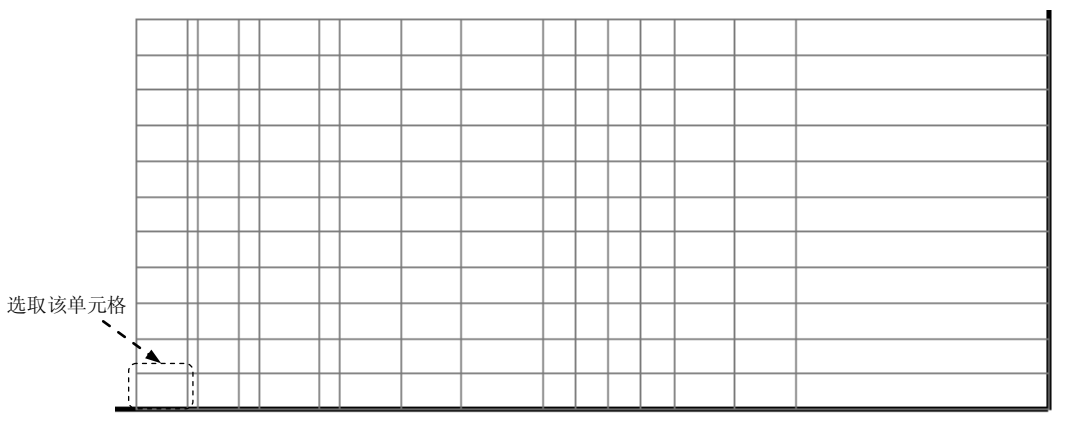

图 6.4.5 设置表格列宽参数
Step5. 参照 Step4 从右至左设置其他单元格列宽，列宽度值依次为 12、12、6.5、6.5、6.5、6.5、16、12、12、4、12、4、8、2、10，结果如图 6.4.5 所示。
Step6. 设置表格行高参数。选取图 6.4.5 所示的单元格，在功能选项卡区域的 **表** 选项卡中单击“高度和宽度”按钮 ，系统弹出“高度和宽度”对话框，在对话框 **行** 区域的 **以绘图单位计的高度** 文本框中输入行高度值 7，单击 **确定** 按钮。